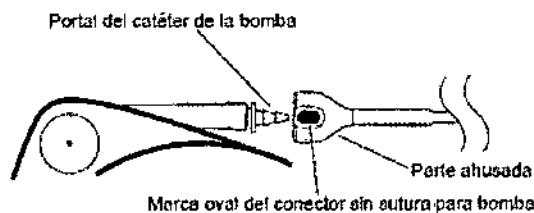

Figura 18. Identificación de los componentes.
1. Sitúe el pulgar y el dedo índice exactamente sobre las marcas ovales ubicadas en las dos partes planas del conector (Figura 18).